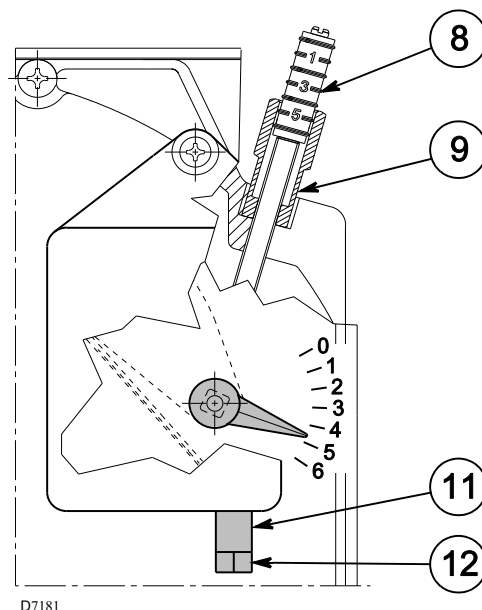

图 15
首次起动一定要用螺钉 12) (图 15) 进行, 使第一级风门位置指示器超过刻痕 1 , (出厂设定在刻痕 1)。
- 拧松螺母 9) , 使用螺钉 8) (图 15) 调整第二级气流 (见表中的 CO₂ 值 表 T)。
- 拧松 (顺时针) 螺母 11) (图 15) 后使用螺钉 12) 调整第一级, 参照下表中的 CO₂ 值。
- 达到理想设置后, 锁紧 (反时针) 螺母 11) (图 15)。燃烧器停机时, 风门在自身重量作用下自动关闭, 烟道低气压最大可达 0.5 毫巴。